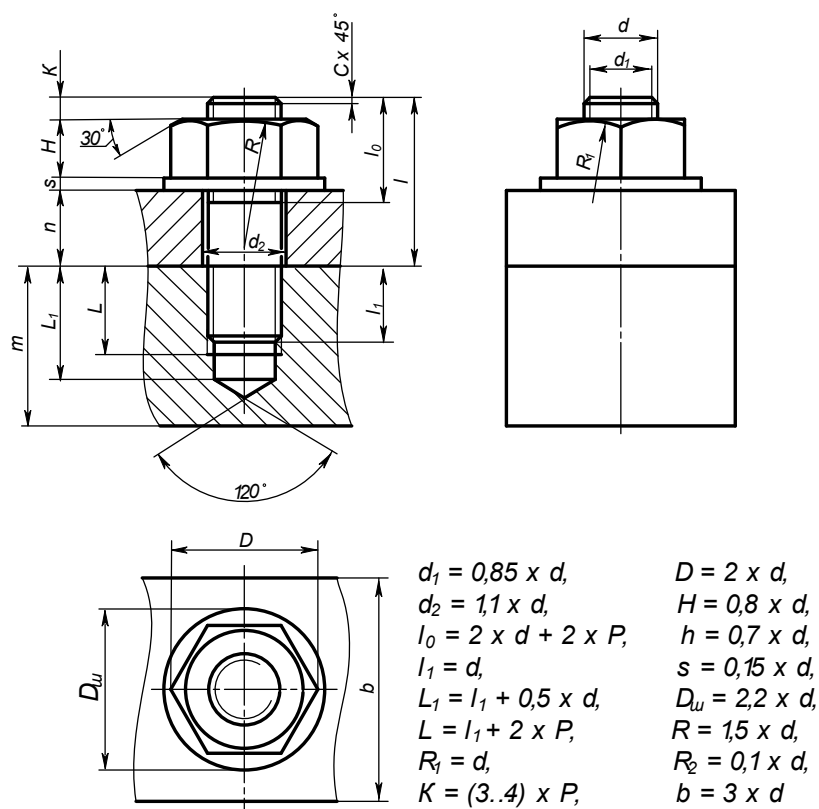

Рисунок 15 Условное изображение соединения деталей шпилькой и соотношения размеров деталей
- а) выполнить расчет размеров шпильки по формулам (рисунок 15)